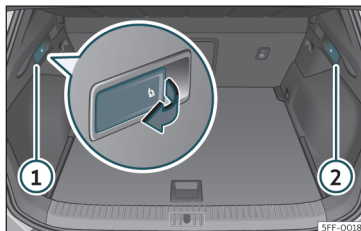

Fig. 103 Nel bagagliaio: leve per lo sblocco dello schienale posteriore.
- Tirare la leva di sblocco a distanza dal lato sinistro»» **fig. 103** ① o destro ② dello schienale nel senso della freccia. Il lato sbloccato dello schienale posteriore si ribalta automaticamente in avanti.